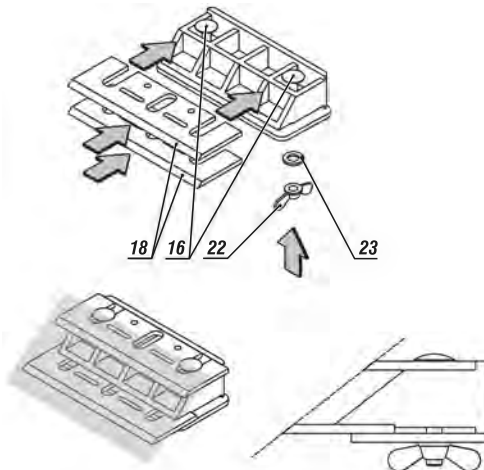

fig. 13 – detalles para el afilado de las cuchillas
Siempre afile las cuchillas (18) al mismo tiempo y utilice el dispositivo de afilado, fig. 13, ya que este garantizará el mismo ángulo de afilado para las dos cuchillas. Para afilado de las cuchillas proceda de la siguiente manera:
2. En el dispositivo de afilado suelte las tuercas mariposas (22), retire las arandelas de presión (23) y los tornillos (16);
3. Coloque las cuchillas en el dispositivo conforme muestra la fig. 13. Deje la parte trasera de las cuchillas en contacto con el dispositivo;
4. Coloque los tornillos (16) las arandelas de presión (23) y las tuercas mariposas (22) fijando bien las cuchillas, las puntas cortantes de las cuchillas deben estar en el mismo plano, consulte la fig. 13;